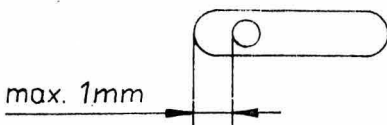

afb. 5
3.1.3. De vastzetmoer aan de justeerstifttap van het naaldstangframe moet losgedraaid worden. Door aan de stifttap te draaien moet de machine zo worden gejusteerd, dat de naald bij het insteken „midden steekgat“ staat (zie afb. 5 en plaat 1 nr. 3).